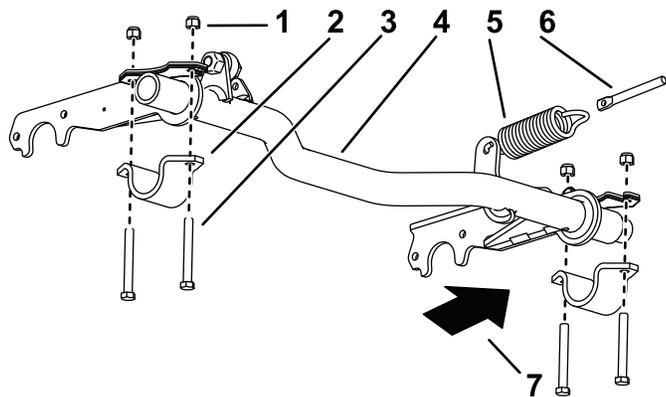

图 5
1. 将拉伸弹簧连接到枢轴管上的弹簧杆和弹簧杆图 5。
2. 松松地将枢轴管支架安装到右侧图 5。
3. 将枢轴管的右侧滑到右侧枢轴管支架中图 5。
5. 将枢轴管的左侧升至机架并使用枢轴管支架、2 个螺栓 3/8 x 3 英寸和 2 个锁紧螺母 3/8 英寸进行安装图 5。